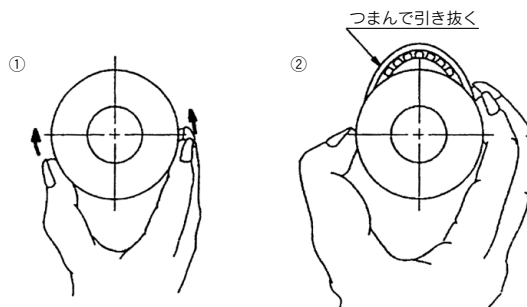

図7
- ②ピストンパッキンの取外し
b. ピストンパッキンの溝は深いため、精密ドライバーではなく、図7のようにピストン周辺的一方からつつんで、押出すようにして浮き出たところを引き抜きます。